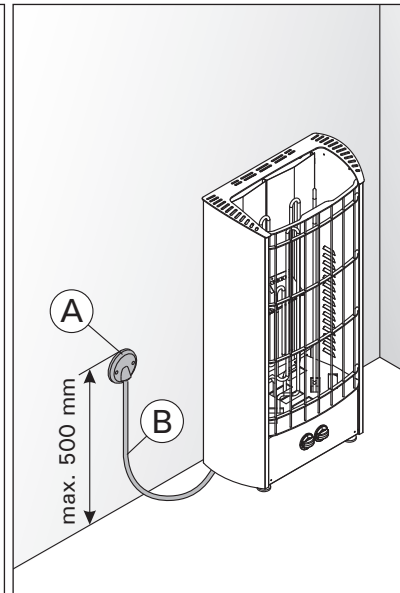

Figura 7. Cables
- El calentador está conectado de forma semiestacionaria a la caja de terminales (figura 7: A) de la pared de la sauna. La caja de terminales debe estar protegida contra salpicaduras y su altura máxima desde el suelo no debe superar los 500 mm.
- El cable de conexión (figura 7: B) debe tener un recubrimiento de goma de tipo H07RN-F o equivalente. **NOTA: se prohíbe el uso de cables aislados con PVC por su fragilidad cáustica térmica como cable de conexión del calentador.**